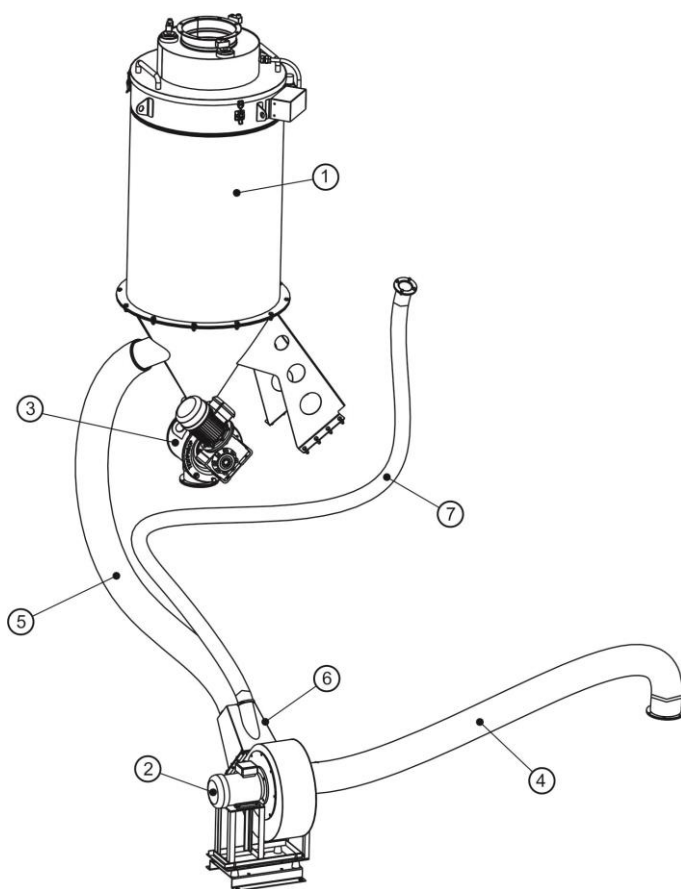

Рис. 17 Система фильтрации воздуха
Система фильтрации (Рис.17) состоит из кассетного фильтра (1), малого пылевого вентилятора (2), шлюзового затвора (3) перегрузки пыли, короткого рукава PU D-160 (4), соединяющего патрубок сброса воздуха со входом малого пылевого вентилятора (2), длинного рукава PU D-160 (5), соединяющего коллектор (6) малого пылевого вентилятора (2) с патрубком входа кассетного фильтра (1). Коллектор (6) также оснащен патрубком под установку рукава ПВХ РНД-УЛ-70-75 (7) - байпаса, служащего для сброса части запыленного воздуха в корпус изделия во время обратной продувки фильтровальных элементов.